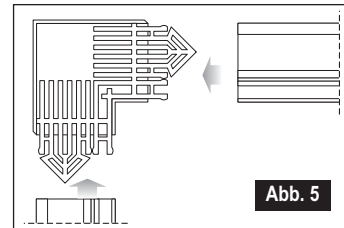

Abb. 5
- Montieren Sie jetzt die Abdeckleisten (Abb. 5, 8 und 9). Die Abdeckleisten müssen vollständig und glatt auf der Decke aufliegen! Wenn das nicht der Fall ist, muss die Höhe des Lukenkastens mittels der Montagehilfen oder der Füllteile angepasst werden.